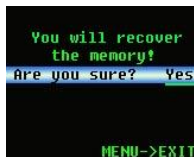
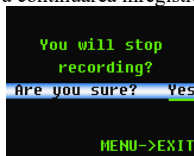

Figura 11.
Figura 12.
a. În interfața meniului principal, apăsați butonul "sus" sau "jos" pentru a selecta "Înregistrare", apoi apăsați din nou butonul "stânga" sau "dreapta" pentru a intra în caseta de dialog din Figura 11 sau 12. Dacă nu este în starea de înregistrare, va intra în Figura 11; dacă este în starea de înregistrare, va intra în Figura 12.
b. În starea prezentată în Figura 11, apăsați "butonul din stânga" sau "butonul din dreapta" pentru a schimba setarea elementului, apoi apăsați "butonul meniu" pentru a ieși din starea din Figura 11 și a efectua setarea. DA pentru a începe înregistrarea, NU pentru a nu înregistra.
c. În starea prezentată în Figura 12, apăsați "butonul din stânga" sau "butonul din dreapta" pentru a modifica setarea, apăsați "butonul meniu" pentru a ieși din Figura 12 și a efectua setarea. DA pentru oprirea înregistrării, NU pentru continuarea înregistrării.